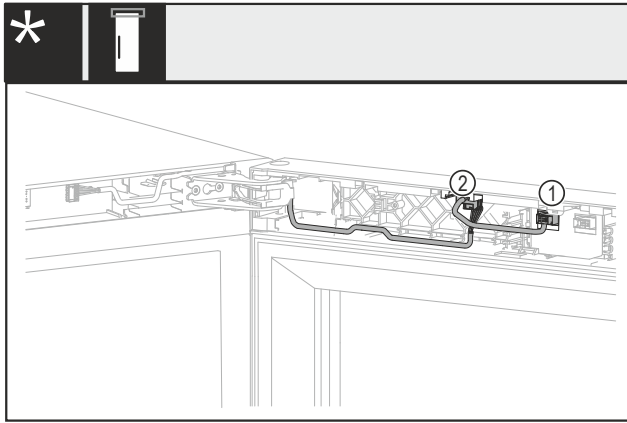

Fig. 18 Zonder slot of met mechanisch slot*
- Stekker Fig. 18 (1) uittrekken.*
- Stekker Fig. 18 (2) uittrekken.*